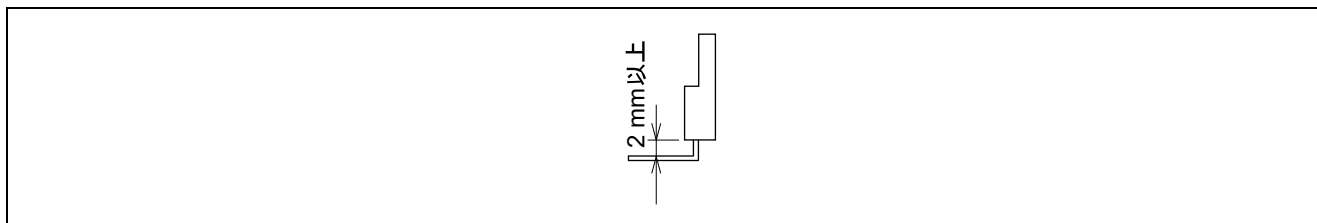

図 16 リードを垂直方向に曲げる場合
- リードをデバイス形名表示面に対し垂直に曲げるときは、図 16 のように、ケースから少なくとも 2 mm 以上離れた点で曲げてください。